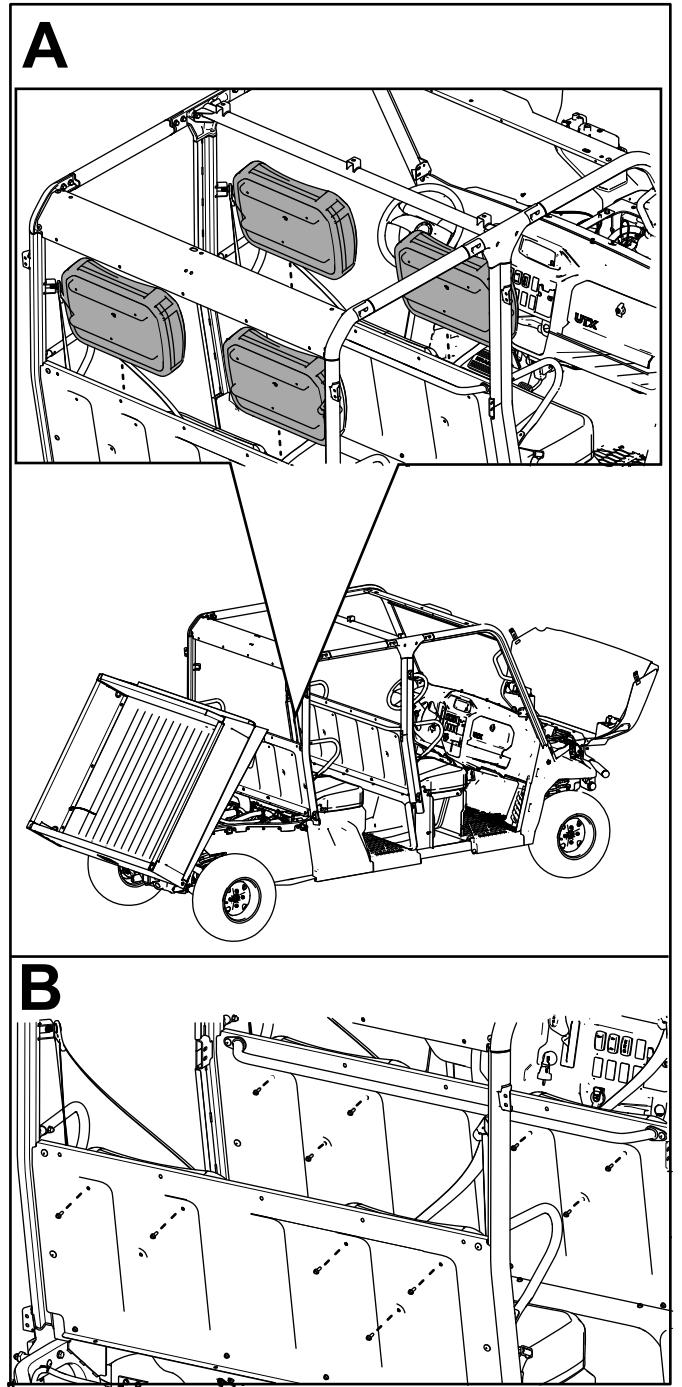

Figure 65
E. Fixez les 4 dossiers de siège aux panneaux de siège à l'aide de 11 boulons à tête hexagonale à embase (1/4 x 3/4 po), comme montré à la Figure 65.